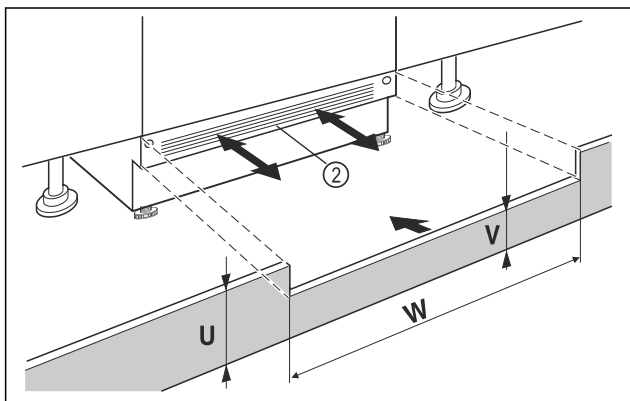

Fig. 39 Примерное изображение
- ▶ Установите цокольную панель устройства Fig. 39 (2), но еще не фиксируйте ее.
- ▶ Если цокольную панель Fig. 39 (2) видно, потяните её вперед настолько, пока передний край вентиляционной решетки не станет вровень с цокольной панелью мебели.
- ▶ Если цокольная панель Fig. 39 (2) скрыта, сдвиньте её назад как можно дальше.
- ▶ Вентиляционное отверстие должно быть полностью открытым: При необходимости следует подрезать цокольную панель мебели по высоте Fig. 39 (U)!
- ▶ Подгоните высоту перемычки Fig. 39 (W) по всей ширине ниши Fig. 39 (V) под цокольную панелью устройства Fig. 39 (2).